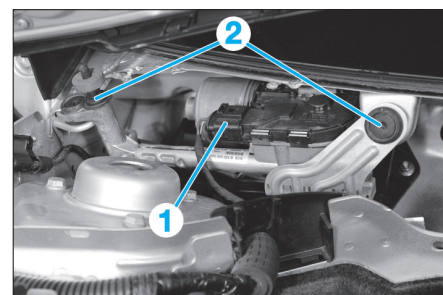

Fig. 15
- Débrancher le connecteur (1) du moteur d'essuie-vitre (Fig.15).